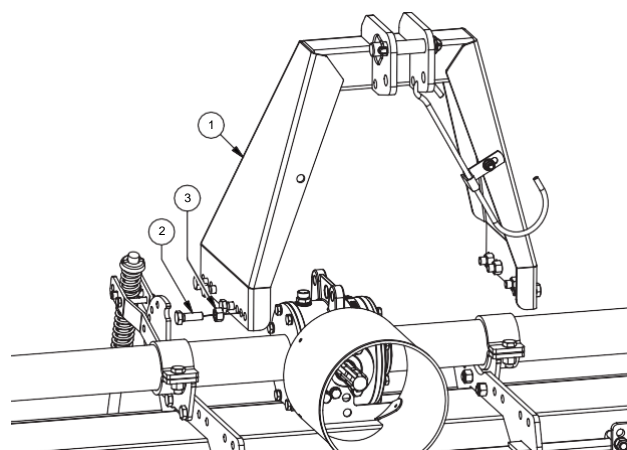

FIG. 7
Montera trepunktsfästet (1, fig. 7), och skjut in det mellan ramkonsolerna. Dra åt skruvarna (2) och muttrarna (3) med rekommenderat åtdragningsmoment (se tabellen "Skruvarnas åtdragningsmoment (Nm)" på sidan 42).